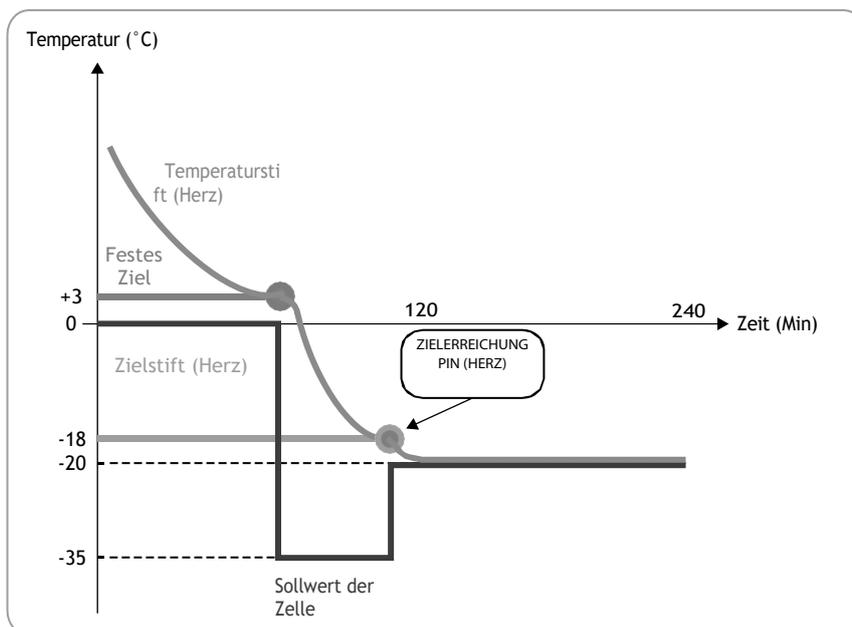

Abb. 13: Negativprogramm mit weichem Dämpfungsmodus
- negativ (Tiefkühlung), mit negativer Solltemperatur und **Abb. 13 auf S. 22**).
Die in **Abb. 13 auf Seite 22** angegebenen Zahlenwerte sind die Standardwerte.